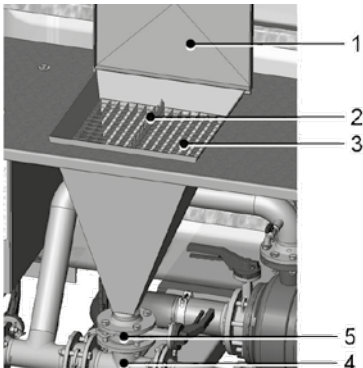

Abb. 27 Bentonit-Einfülltrichter
Verletzungsgefahr durch Einatmen von Bentonit und beim Aufschneiden von Bentonitsäcken an der Zackenleiste (Abb. 27, 2). Tragen Sie schnittfeste Handschuhe und einen Atemschutz gemäß der Vorschrift des Bentonitherstellers.
1. Absperrklappe an der Mischdüse unten am Bentonit-Einfülltrichter (Abb. 27, 5) öffnen (nach oben in senkrechte Position drehen).
2. Deckel des Bentonit-Einfülltrichters (1) öffnen.